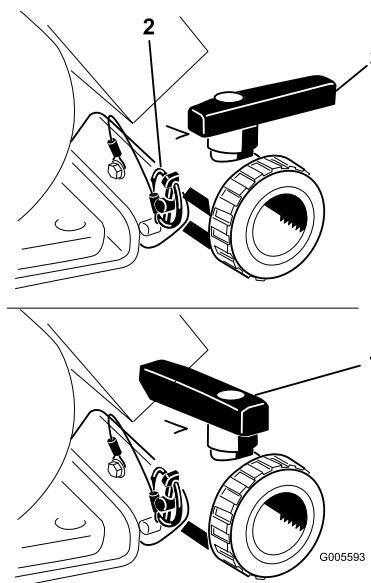

Figura 21
Aprite la valvola per spurgare il materiale rimasto nel serbatoio, e smaltitelo nel rispetto del regolamento locale e secondo le istruzioni del produttore del materiale (Figura 21). Terminata l'operazione di spurgo, togliete l'acciarino sulla staffa che assicura la valvola di spurgo alla macchina e lasciate cadere la valvola sul terreno. In tal modo si scaricherà tutto il materiale rimasto nel tubo.
3. Una volta spurgato completamente il serbatoio, installate la valvola sul telaio con l'acciarino precedentemente rimosso e chiudere la valvola di spurgo (Figura 21).